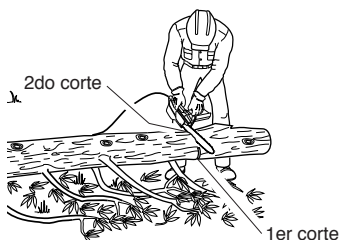

Figura 11 - Trozado del tronco apoyado sobre un solo extremo
1. Haga el primer corte del lado inferior del tronco (vea la Figura 11). Utilice la parte superior de la barra de guía para realizar este corte. Atraviese $\frac{1}{3}$ del diámetro del tronco. Este corte impedirá la producción de astillas en esta sección al completarse el corte.